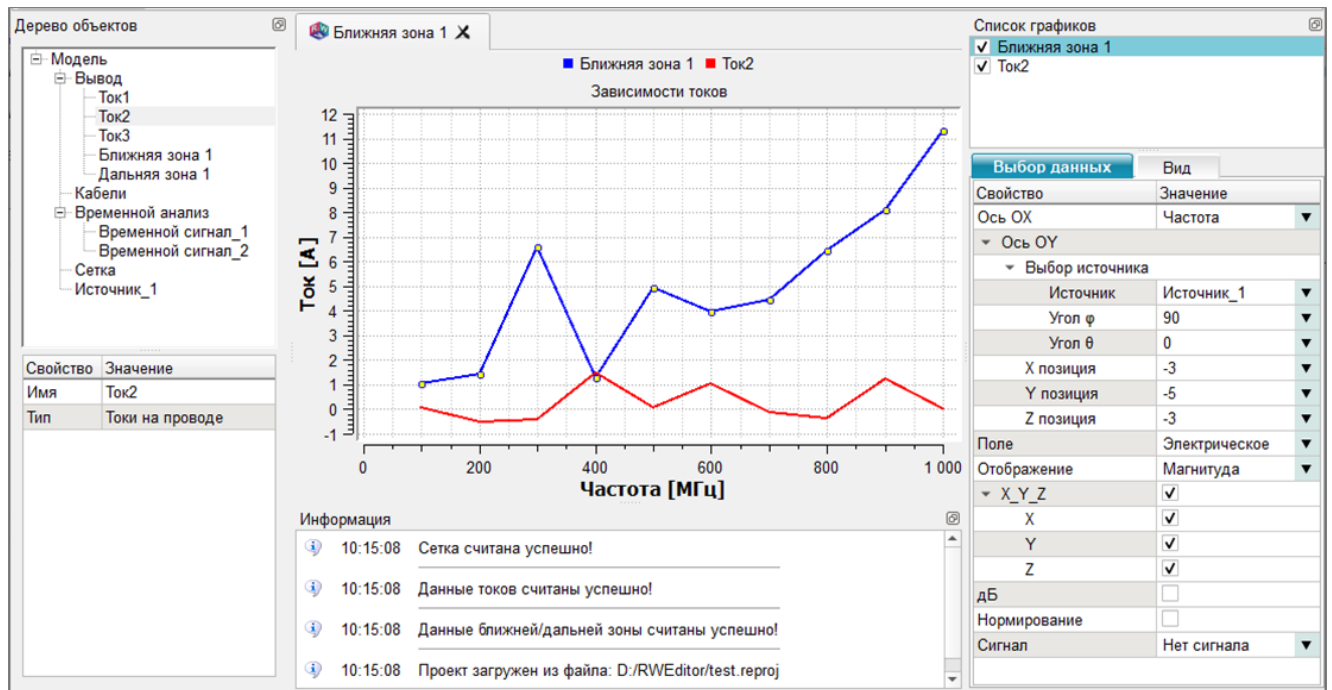

Рис. 221
18.9.2.4. Пример визуализации поля ближней зоны в окне 1D визуализации одновременно с визуализацией тока на проводе показан на рис. 221.